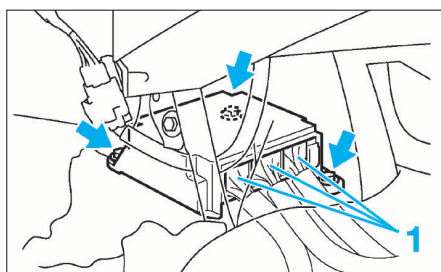

FIG. 11
- Déposer les trois connecteurs (1) du calculateur d'airbags (fig. 11).
- Déposer les trois vis de fixation (flèches) du calculateur d'airbags (fig. 11).